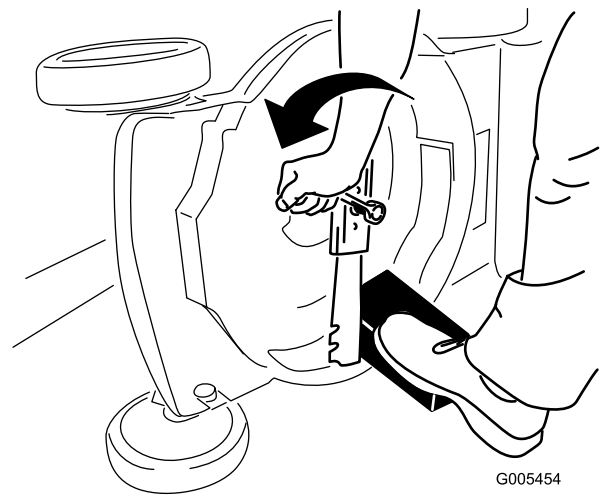

Bild 52
3. Stabilisieren Sie das Messer mit einem Holzblock (Bild 52).
4. Nehmen Sie das Messer ab und bewahren Sie alle Befestigungsschrauben auf (Bild 52).